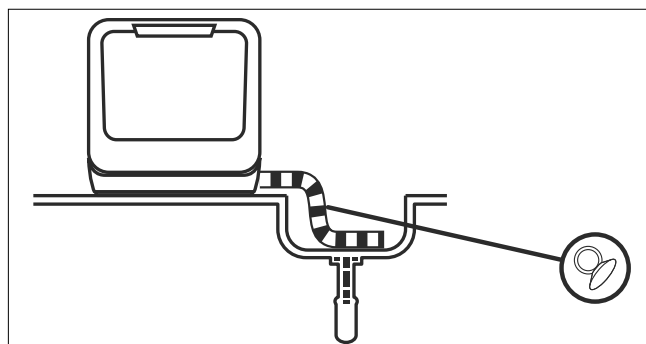
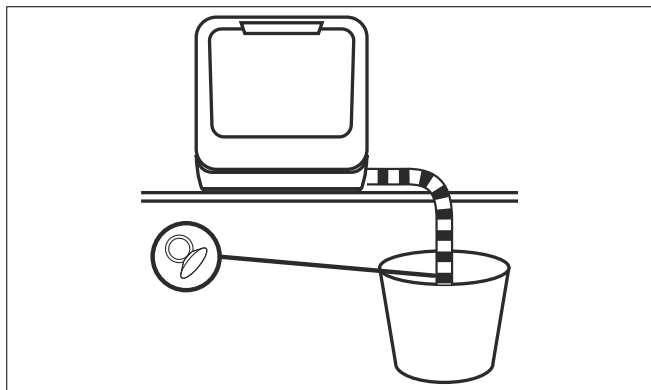

Fig. 10 – Scarico in un lavandino
Fig. 11 – Scarico in un contenitore
- ▶ Mettere l'estremità del tubo flessibile di scarico in un lavandino (v Fig. 10) o in un contenitore sufficientemente grande (vedere Fig. 11).
- ▶ Al termine delle operazioni di allacciamento alla rete idrica e fognaria, inserire la spina di alimentazione (24) in una presa elettrica.